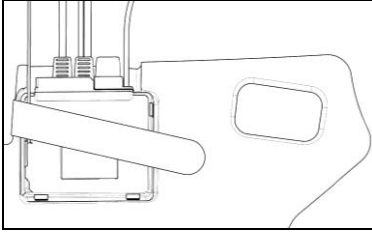

Fig. 28
- Positionnez l'e-box dans son siège sur la joue gauche (Fig. 28).